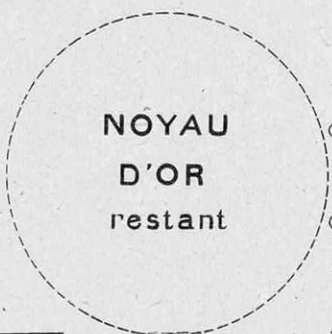

FIG. 10. — UN DES MOYENS POSSIBLES POUR OBTENIR DE L'OR
Le noyau d'un des mercures contient 200 protons et 120 électrons. Comme le montre la figure 10, le jour où on arrivera à détacher de ce noyau 3 protons et 2 électrons,
Le processus schématisé par la figure 10 ci-dessous aurait été effectué.
*C'est avec cet appareil que le physicien japonais pense avoir transmuté le mercure en or : une étincelle électrique aussi puissante que possible (plusieurs kilowatts) éclate dans l'huile de paraffine, entre la pointe d'une tige de tungstène et la surface du mercure. Celui-ci perdrait ainsi les quelques protons et électrons qu'il a en trop (fig. 10).*